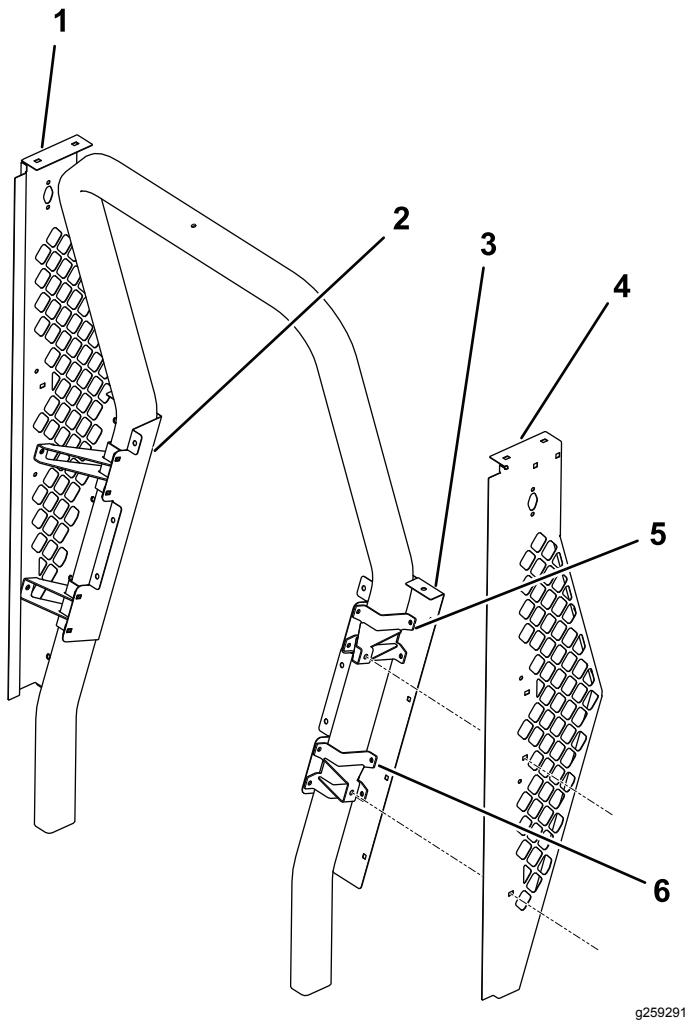

Bild 1
1. Befestigen Sie die linke Platte und die rechte Platte mit Halbrundschauben (5/16" x 3/4") und Bundmuttern (5/16") (Bild 1).
2. Verwenden Sie Halbrundschauben (5/16" x 3/4") und Bundmuttern (5/16"), um die beiden oberen und die beiden unteren Stützen sowie die linke und die rechte Rückwand zu befestigen (Bild 1).